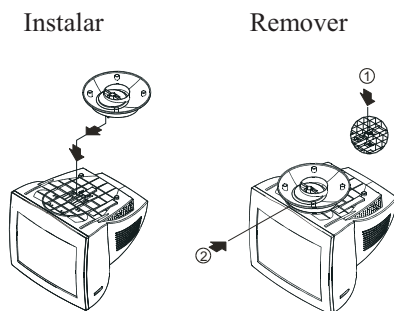

Figura 1 Como instalar e remover a base giratória
- Vire com cuidado o monitor de lado ou de cabeça para baixo. (ver figura 1)